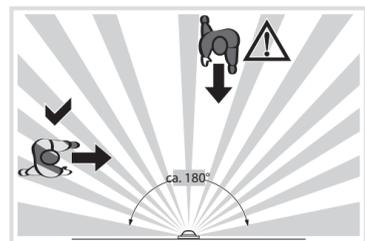

Bild 3: Bewegungsrichtung
- Bewegungsrichtung beachten: Unterschiede wird zwischen „darauf zugehen“ und „quer gehen“. Bewegungen quer zum Bewegungsmelder können besser erfasst werden als Bewegungen auf den Bewegungsmelder zu (Bild 3).